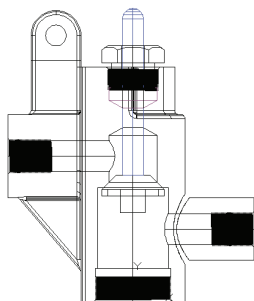

图 11-168 移动压紧螺母后的图形
5) 移动压紧螺母：单击“修改”工具栏中的“移动”按钮，以坐标点 (0,0,0) 为基点，沿 Y 轴移动，第二点坐标为 (0,123,0)。结果如图 11-168 所示。